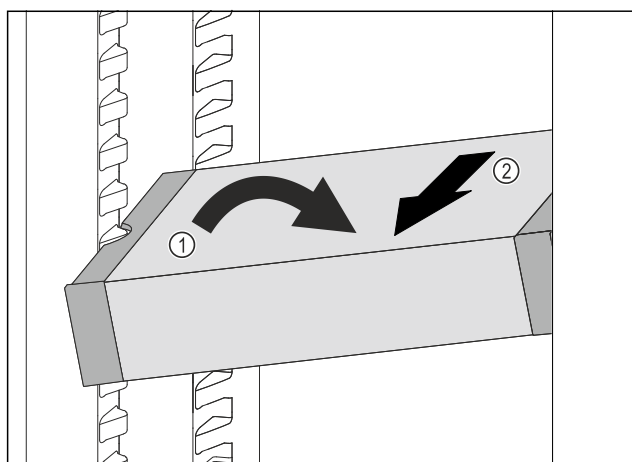

Fig. 83
- VarioSafe ustawić w chłodziarce pod skosem. Fig. 83 (1)
- VarioSafe wyjąć do przodu. Fig. 83 (2)